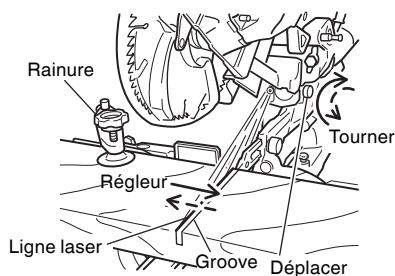

Fig. 20
- (2) Cela fait, tourner le réglage et décaler la ligne laser. (Quand on tourne le réglage dans le sens des aiguilles d'une montre, la ligne laser se décale vers la droite et quand on tourne le réglage dans le sens contraire des aiguilles d'une montre, la ligne laser se décale vers la gauche.) Si on travaille avec la ligne tracée à l'encre sur le côté gauche de la lame de scie, il faut aligner la ligne laser avec le côté gauche de la rainure. (Fig. 20) Si on travaille avec la ligne tracée à l'encre sur le côté droit de la lame de scie, il faut aligner la ligne laser avec le côté gauche de la rainure.